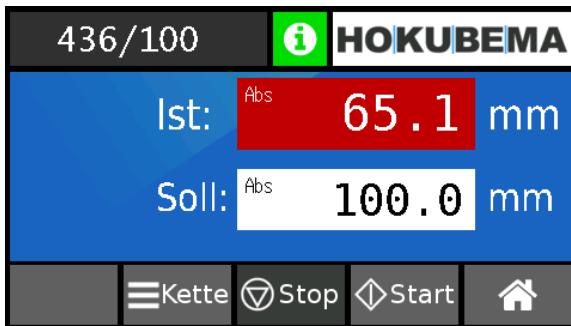

Abbildung 28: Sollwerteingabe im Absolut-Modus
- Jetzt auf das Feld „Soll:“ tippen und den gewünschten Sollwert eingeben, z. B. **100,00** mm (⇒Abbildung 28).
- Das Feld „Ist:“ wird so lange rot hinterlegt, bis der Zielwert „Soll:“ erreicht ist (siehe ⇒Abbildung 28).